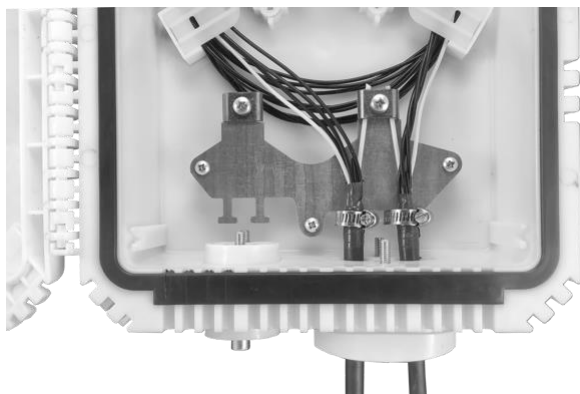
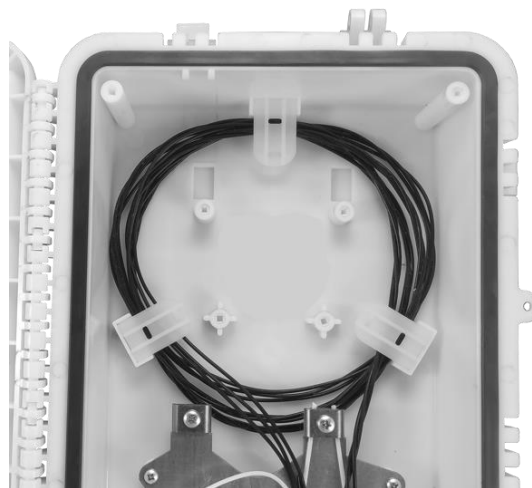

Рис. 1
Рис. 2
2.2. Введите транзитные модули и оптические волокна в овальный ввод кросс-муфты. Зафиксируйте кабель на Узле крепления ЦСЭ и фиксации кабеля (Рис. 1), выложите запас модулей на дно корпуса кросс-муфты (Рис. 2). Установите фиксаторы кабельного оранайзера.